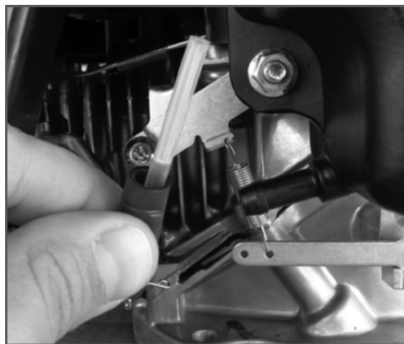

Рис. 12 Топливный фильтр
4. Извлеките из топливного шланга топливный фильтр (Рис. 12).